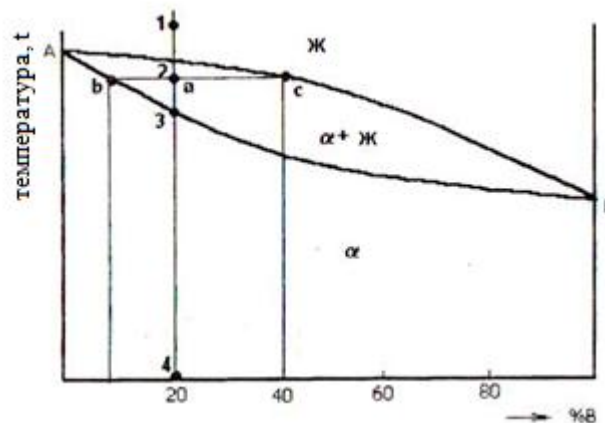

Рис. 9. Диаграмма состояния сплавов с неограниченной растворимостью компонентов в твердом состоянии
1. Нарисовать диаграмму состояния сплавов с неограниченной растворимостью компонентов в твердом состоянии (рис. 9).